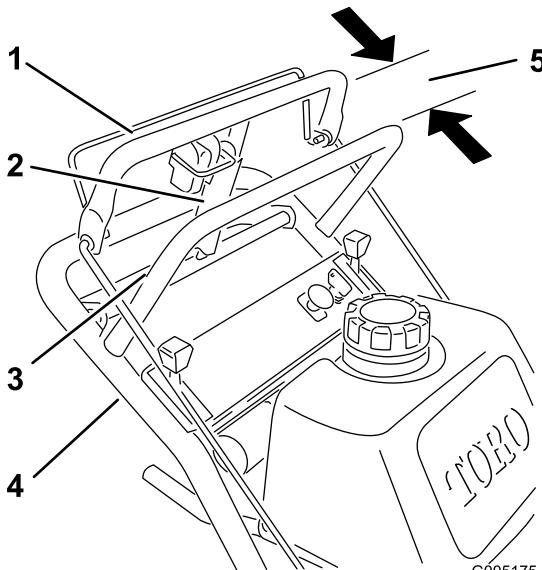

Figura 40
1. Compruebe el espacio entre la barra de control superior y la barra fija con la transmisión de las ruedas totalmente engranada. El espacio debe ser de 25–32 mm (1-1/4 pulg) aproximadamente (Figura 40).